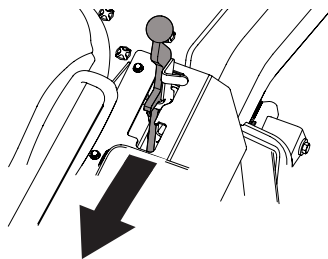

Figure 17
2. Placez les pédales de déplacement à la position neutre et tirez le levier du frein de stationnement vers l'arrière pour engager le frein. Voir Figure 17.